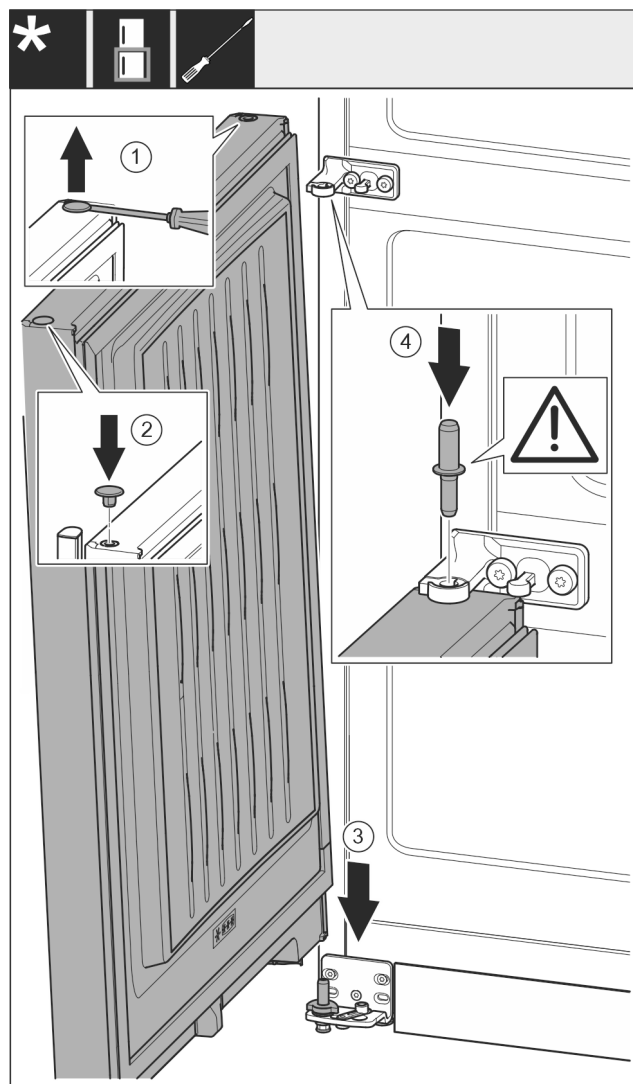

Fig. 54
- ▶ Stopfen Fig. 54 (1) vorsichtig mit einem Schlitzschraubendreher anheben und herausziehen.
- ▶ Stopfen Fig. 54 (2) auf der anderen Türseite wieder einsetzen.
- ▶ Tür Fig. 54 (3) von oben auf den unteren Lagerbolzen aufsetzen.
- ▶ Lagerbolzen Mitte Fig. 54 (4) durch Lagerbock Mitte in die untere Tür einsetzen. Dabei darauf achten, dass der Rastnocken nach hinten zeigt.